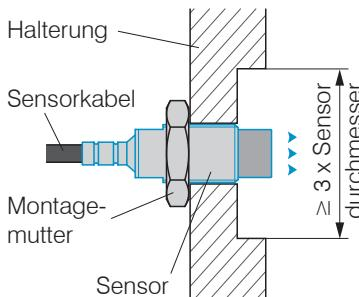

Abb. 10 Flächenbündige Montage eines ungeschirmten Sensors in einer metallischen Halterung mit Aussparung
- Montieren Sie ungeschirmte Sensoren bündig in die metallische Sensorhalterung, siehe Abb. 10. Achten Sie dabei auf eine Aussparung an der Halterung in der Größe des dreifachen Sensordurchmessers.